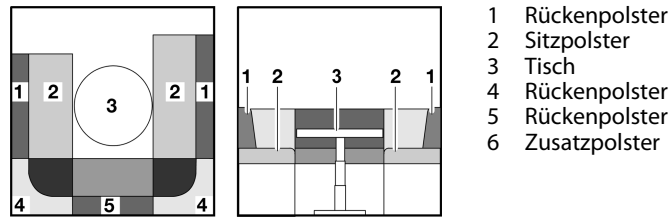

Bild 69 Vor dem Umbau
- Tisch (Bild 69,3) zum Bettunterbau umbauen (siehe Abschnitt 7.8).